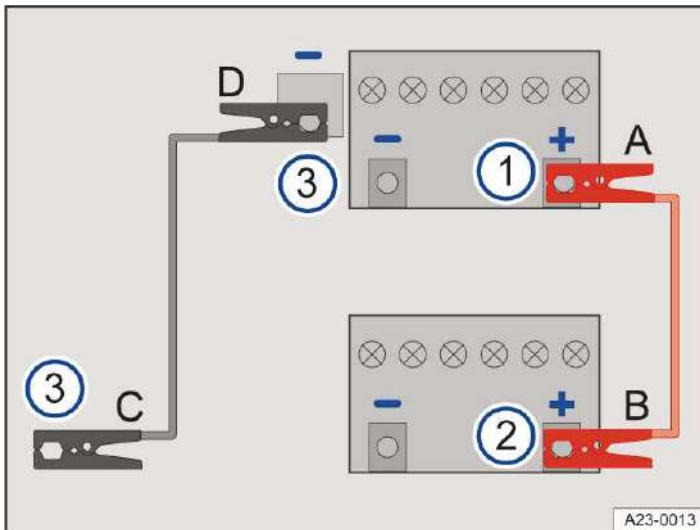

Abb. 2 Schema für das Anklemmen der Starthilfekabel.
Starthilfekabel nur in der Reihenfolge A – B – C – D anklemmen → Abb. 2.
2. Ein Ende des roten Starthilfekabels an den Starthilfepunkt Plus des Fahrzeugs mit der entladenen 12-Volt-Fahrzeugbatterie anklemmen → Abb. 2 ①.
3. Das andere Ende des roten Starthilfekabels an den Pluspol des stromgebenden Fahrzeugs anklemmen → Abb. 2 ②.
4. Ein Ende des schwarzen Starthilfekabels beim Fahrzeug mit der stromgebenden 12-Volt-Fahrzeugbatterie vorzugsweise an einen Starthilfepunkt Masse anklemmen → Abb. 2 ③.
Oder: Wenn kein Starthilfepunkt Masse vorhanden ist, das Ende des schwarzen Starthilfekabels beim Fahrzeug mit der stromgebenden 12-Volt-Fahrzeugbatterie an ein massives, fest mit dem Motorblock verschraubtes Metallteil oder an den Motorblock selbst anklemmen → Abb. 2 ③.
5. Das andere Ende des schwarzen Starthilfekabels beim Fahrzeug mit der entladenen 12-Volt-Fahrzeugbatterie an den Starthilfepunkt Masse anklemmen → *Abb. 2* (3).
Oder: Wenn kein Starthilfepunkt Masse vorhanden ist, das Ende des schwarzen Starthilfekabels beim Fahrzeug mit der entladenen 12-Volt-Fahrzeugbatterie an ein massives, fest mit dem Motorblock verschraubtes Metallteil oder an den Motorblock selbst anklemmen → *Abb. 2* (3).